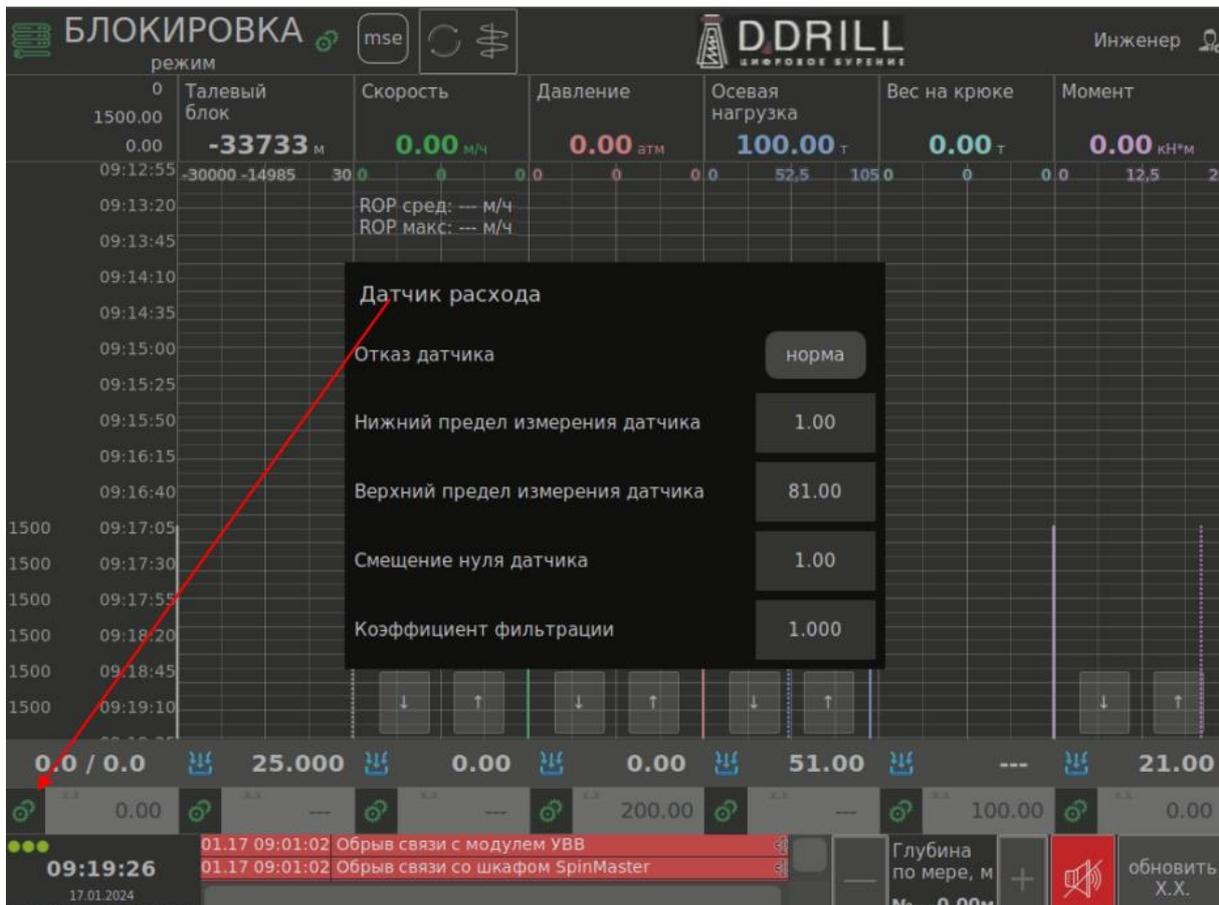

Рис. 8
1. Для настройки датчика расхода нажмите на изображение шестерни, указанной на рисунке Рис. 8.